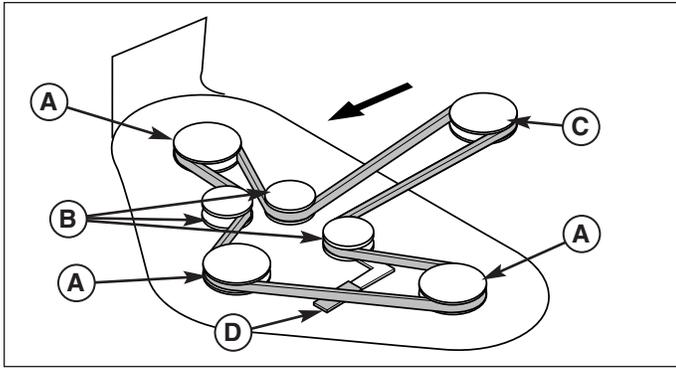

Figure 33. Acheminement de la courroie de la tondeuse
3. Surélevez le capot de la tondeuse en position de transport. A l'aide d'un levier (D, Figure 33) relâchez la tension de la courroie de la tondeuse et enlevez la courroie de la poulie de prise de force (C).
4. Enlevez l'ancienne courroie d'entraînement et installez la nouvelle (voir la Figure 33). L'arrière de la courroie d'entraînement doit se trouver contre l'arrière des poulies tendeur (B). À l'aide du levier de tension de la courroie (D), relâchez la tension de poulie tendeur pour l'installation.